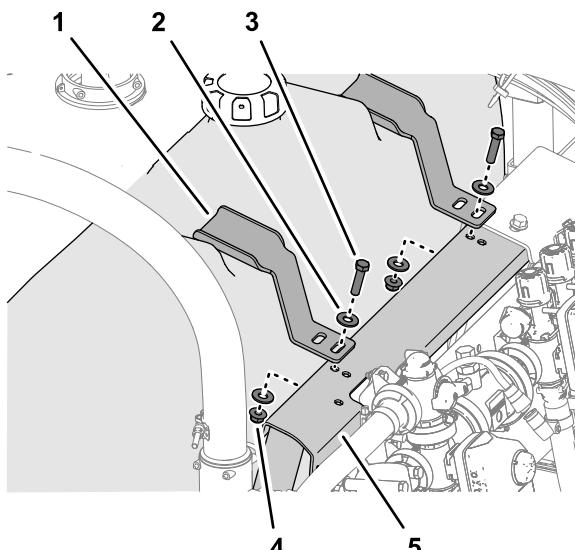

图 16
2. 将压紧装置支架上的槽与阀门安装架上的孔对齐图 16。
3. 用在 卸掉冲洗水箱 \(页码 5\)中卸下的 1 个螺栓 $\frac{3}{8} \times 1\frac{1}{2}$  英寸、2 个垫圈 $\frac{3}{8}$  英寸和 1 个凸缘锁紧螺母 $\frac{3}{8}$  英寸将压紧装置松松地组装到阀门安装架上图 16。
4. 对冲洗水箱中另一凹槽处的另一个压紧装置重复步骤 1 至 3 图 16。
1. 将压紧装置支架与模制在冲洗水箱顶部的释放装置对齐图 16。